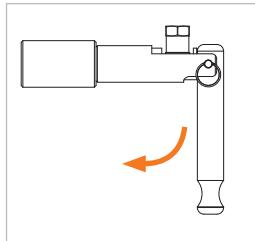

Abbildung 4
- Betätigen Sie den Spannhebel (Pos. 2) um 90° nach unten (*Abbildung 4*). Der Adapter zieht sich selbstständig an den Prüfling an und stellt eine druckdichte Verbindung her.